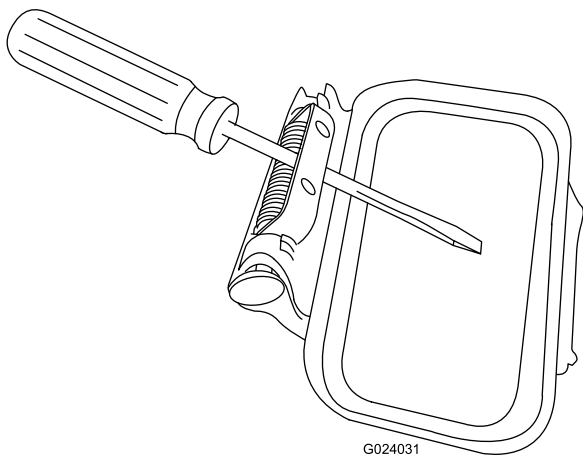

Figura 10
6. Mantenga abierto el conjunto de la puerta de descarga lateral con la ayuda de un destornillador grande para poder instalar el conjunto de la puerta en la carcasa de corte (Figura 10).